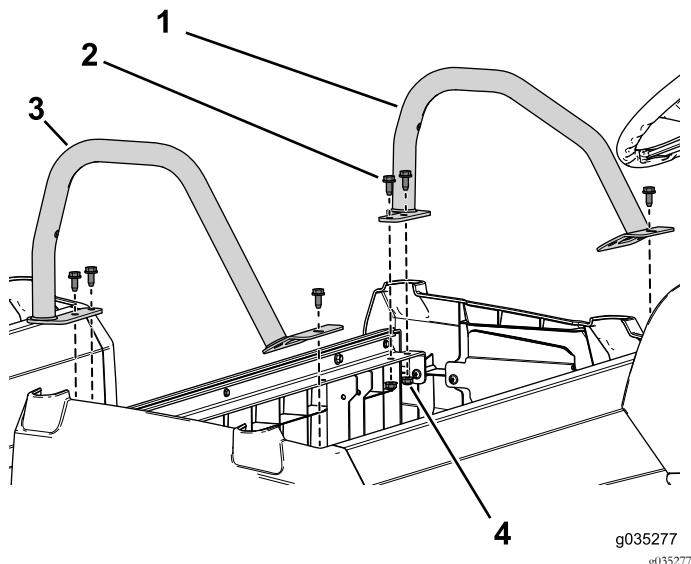

图97
7. 使用 6 个凸缘螺栓  $3/16 \times 3/4$  英寸和凸缘螺母将左、右臀部固定管固定到座椅底座 图97。